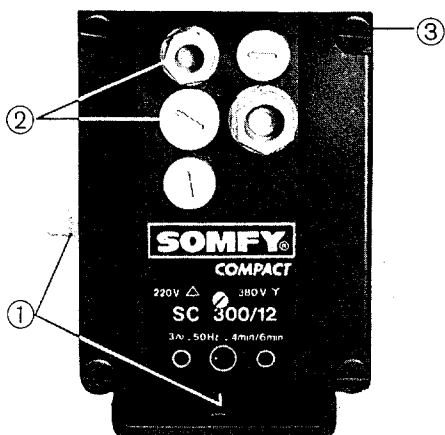

Abb. 3
- Kabel in Pos. 1 einführen und an Pos. 9 anschließen (s. Abb. 3). Leiterquerschnitt 1,5 ... 2,5 mm2.